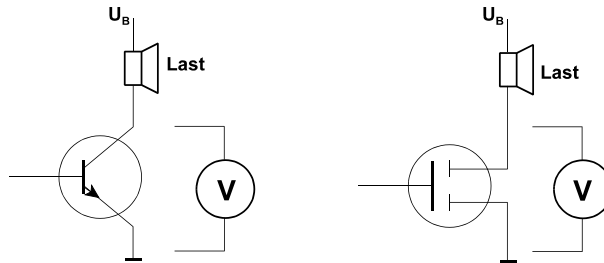

Abb. 18 Leistungsbauelemente
42. Abb. 18 zeigt zwei Leistungsbauelemente – einen Bipolartransistor und einen FET. Wir messen die Spannung, die im eingeschalteten Zustand über dem jeweiligen Bauelement abfällt.